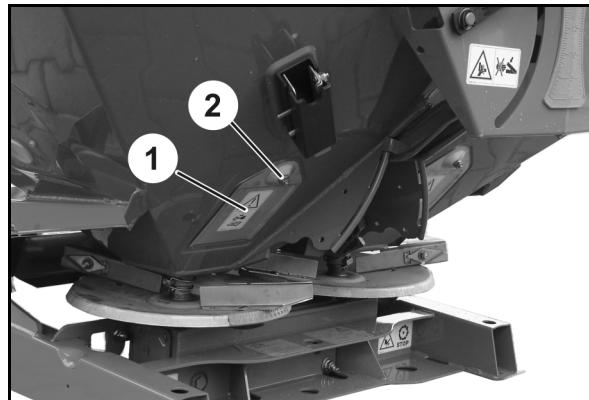

图 85
清空残余量时，ZA-X 应配备 2 个排空活门（图 85/1）。
2. 松脱螺母（图 85/2）。